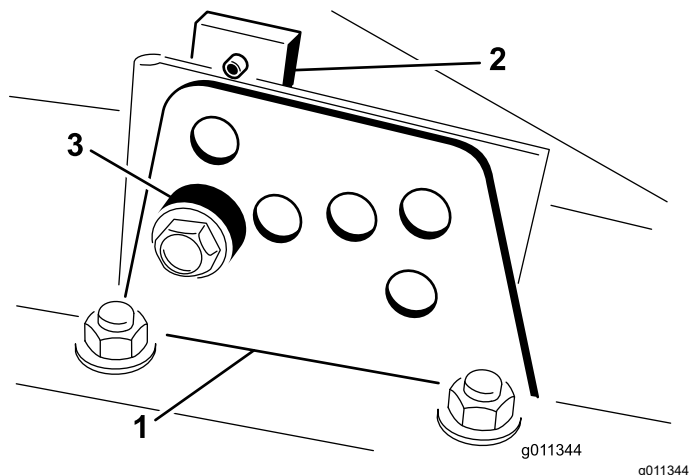

Рисунок 3
2. Ослабьте болт крепления каждого кронштейна высоты скашивания к пластине регулировки высоты скашивания (с передней и каждой боковой стороны) (Рисунок 3).
4. Удерживая камеру, снимите проставку (Рисунок 3).